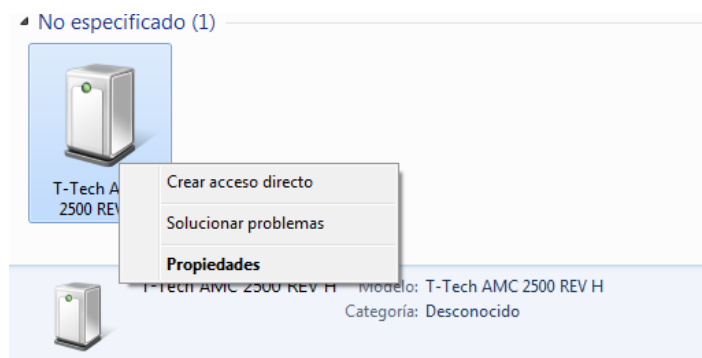

Figura 27. Correcto funcionamiento del dispositivo (sin signo de advertencia).
- ✓ Verifique que el dispositivo funciona correctamente en administrador de dispositivos (sin signo de advertencia) como se visualiza en la figura 27.